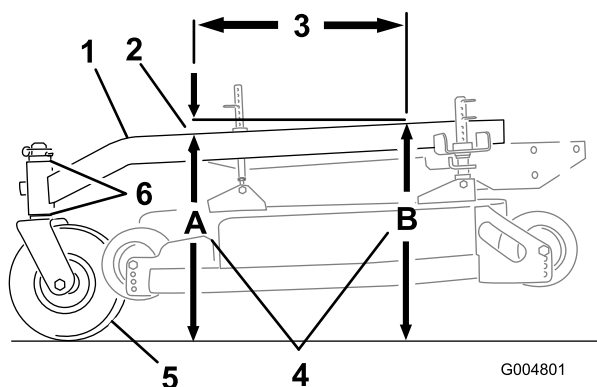

Figura 56
- Mida la altura del bastidor de tiro en la posición **A** (Figura 56).
- Mida la altura del bastidor de tiro en la posición **B** (Figura 56).
- La altura en la posición **A** debe ser de 3 a 10 mm menor que la de la posición **B** (Figura 56).
- Si la inclinación del bastidor de tiro no es la correcta, mueva los espaciadores de las ruedas giratorias para obtener una inclinación de 3 a 10 mm (Figura 56). Mueva los espaciadores desde arriba o desde abajo para obtener la inclinación correcta.
El bastidor de tiro debe tener una inclinación longitudinal de entre 3 mm y 9 mm en una longitud de 61 cm (Figura 56).
- Mida 61 cm en el bastidor de tiro (Figura 56).